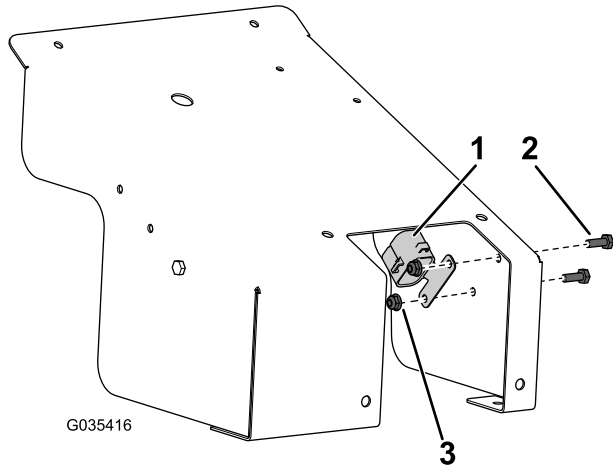

**Figura 8**
6. Montate il relè all'interno del coperchio con un bullone ( $\frac{1}{4}$ " x  $\frac{3}{4}$ ") e un dado ( $\frac{1}{4}$ ") come illustrato nella Figura 8.